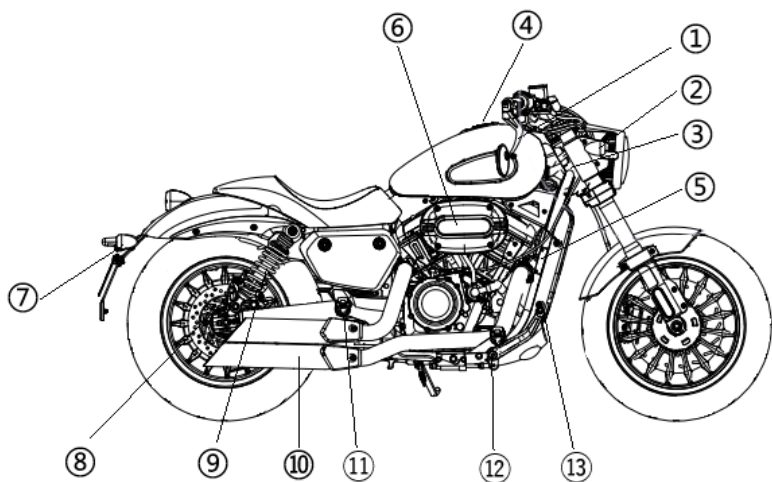

图 2
2、(图 2)
- ①右后视镜
- ②前右转向灯
- ③车架 VIN 代码
- ④油箱盖
- ⑤车辆铭牌
- ⑥空气滤清器
- ⑦右后转向灯
- ⑧后制动钳
- ⑨后减震
- ⑩排气消声器